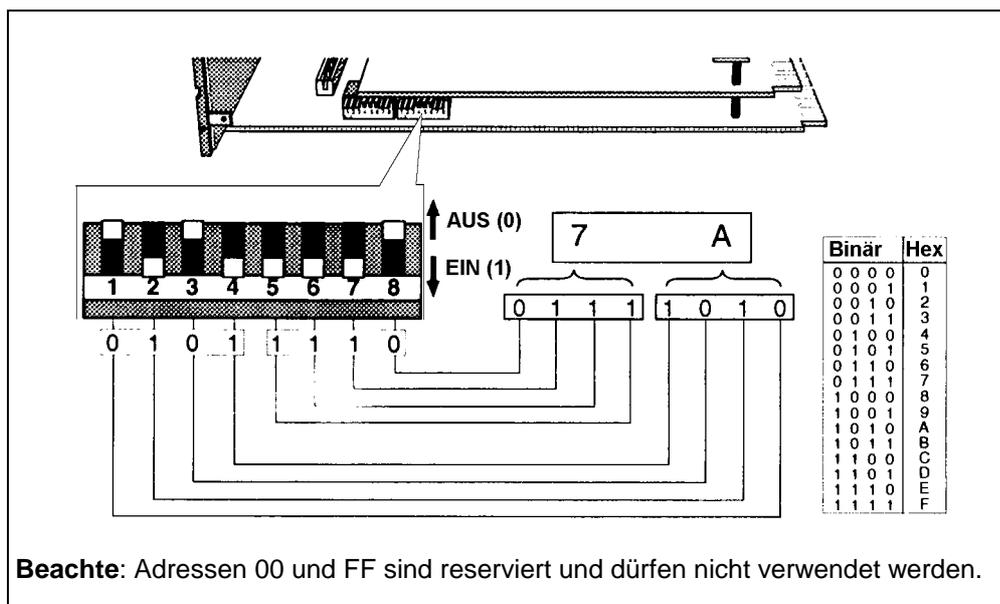

Bild 2-13 Schalterreihe 2 (SW2)
Bild 2-13 zeigt die Schalterreihe 2 zum Einstellen der ALIN-Adresse und ein Beispiel ( $7A_{\text{hex}}$ ).
Diese Schalterreihe wird zum Einstellen der ALIN-Adresse des T640 verwendet. Bild 2-13 zeigt anhand der Beispieladresse  $7A_{\text{hex}}$ , wie die Einstellungen zu wählen bzw. zu lesen sind. Schalter 1 repräsentiert das LSB (least significant bit), Schalter 8 das MSB (most significant bit), d. h. die Schalter sind in umgekehrter Wertigkeit angeordnet. **Die Adressen 00 und FF dürfen nicht verwendet werden.**
1. Nehmen Sie den T640 aus seinem Einschub und notieren Sie sich die ALIN-Adresse, die hexadezimal an den DIL-Schaltern der Bank SW2 auf der Hauptplatine abzulesen ist (Ausführliche Informationen über die Vorbereitungen und Durchführungen dieser Aktionen sind in Kapitel 2 zu finden. Das Ablesen der SW2 erklärt Bild 2-13).